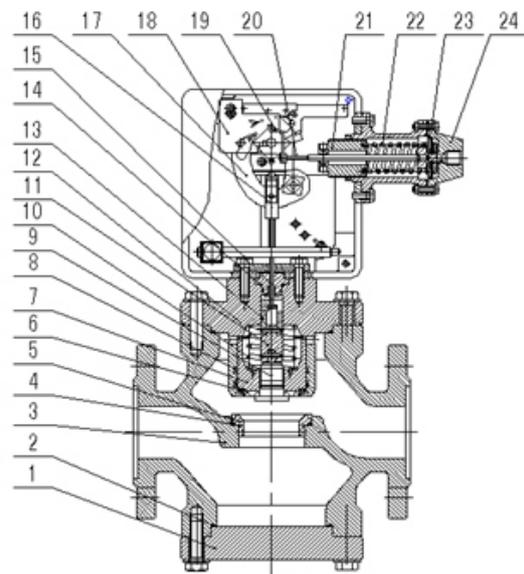

图3:切断阀装配图
- 请参照主要结构尺寸之图3和表2，选择与阀体适配的法兰安装切断阀
5.2 典型安装方式见图3（仅供参考）